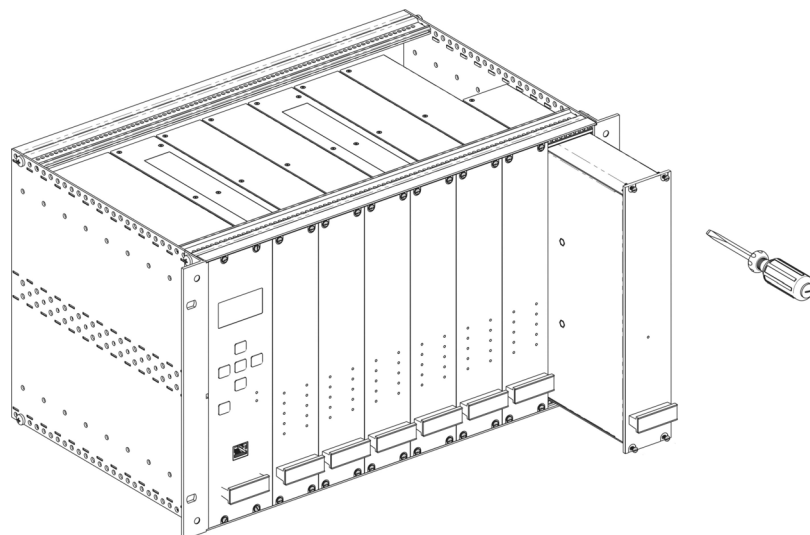

Fig. 2.-
1.- Posicione el módulo DT-722 en el extremo derecho de la estructura del subrack. (Fig. 2)
1.- Position the DT-722 module at the right end of the subrack structure. (Fig. 2)
1.- Placez le module DT-722 au extrême droite de la structure du subrack. (Fig. 2).